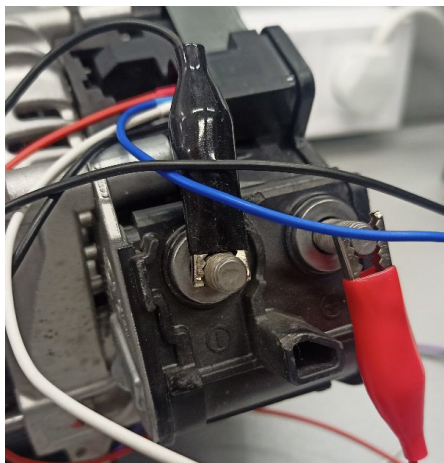

Рисунок 28. Підключення діагностичного кабелю до силових клем
2.2. Підключіть червоний затискач до «B+», а чорний затискач до «B-» — до силових клем генератора (див. рис. 28).